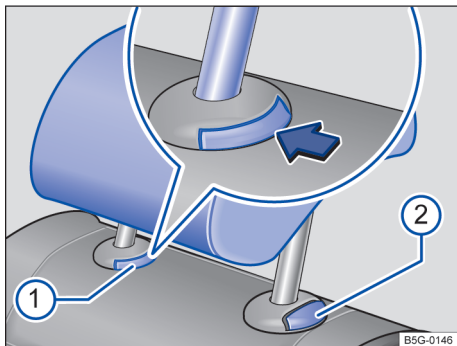

Fig. 76 Apoio para cabeça central traseiro: remover.
- Pressionar o botão → Fig. 76 ① na guia do apoio para cabeça.
- Ao mesmo tempo, pressionar o botão ②, enquanto outra pessoa retira totalmente o apoio para cabeça.
- Empurrar o apoio para cabeça para baixo com o botão → Fig. 76 ② pressionado.